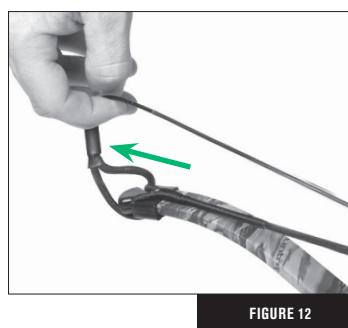

FIGURE 12
8. Retire el encordador de la punta de la pala. (Fig. 12).